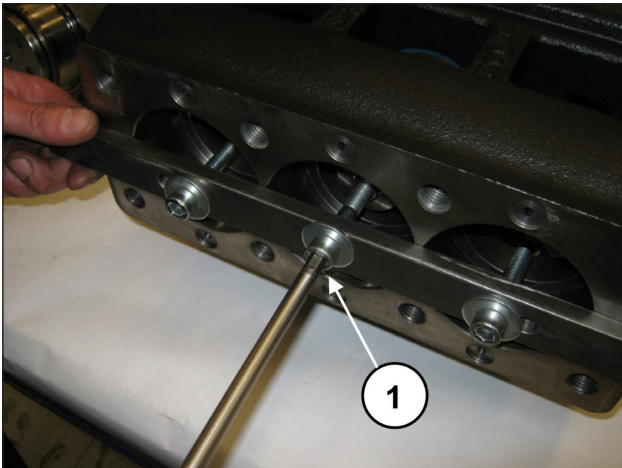
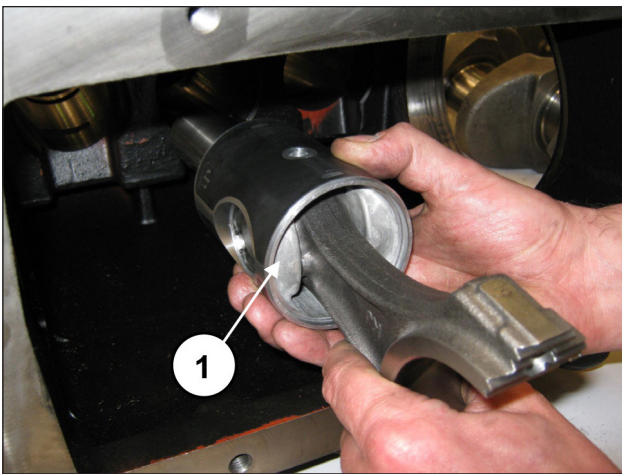

Abb. 32
Abb. 33
Drehen Sie die Schrauben des Werkzeugs Art. 27566200 zum Lösen der Pleuelstangen ab (Pos. ①, Abb. 32) und ziehen Sie anschließend die Baugruppe Pleuelstange-Kolbenführung von der hinteren Gehäuseöffnung heraus (Pos. ①, Abb. 33).
Nachdem Sie das Gehäuse auf perfekte Sauberkeit überprüft haben, setzen Sie die Baugruppe Pleuelhälfte-Kolbenführung in die Buchsen des Gehäuses ein (Pos. ①, Abb. 33).
Arretieren Sie die drei Baugruppen mit dem entsprechenden Werkzeug Art. 27566200 (Pos. ①, Abb. 32).